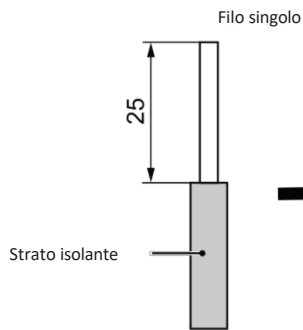

Fig. 5.1
① Collegamento di una singola derivazione (vedere Fig. 5.1).